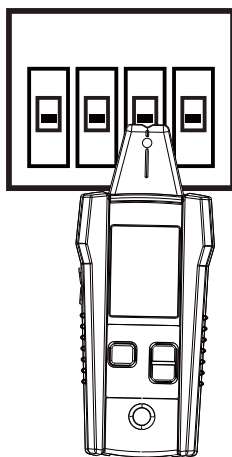

Figure 3.2c : Aligner la rainure du capteur de pointe avec le disjoncteur/fusible
2. Alignez la rainure du capteur de pointe avec la longueur du disjoncteur/fusible (voir Figure 3.2c).